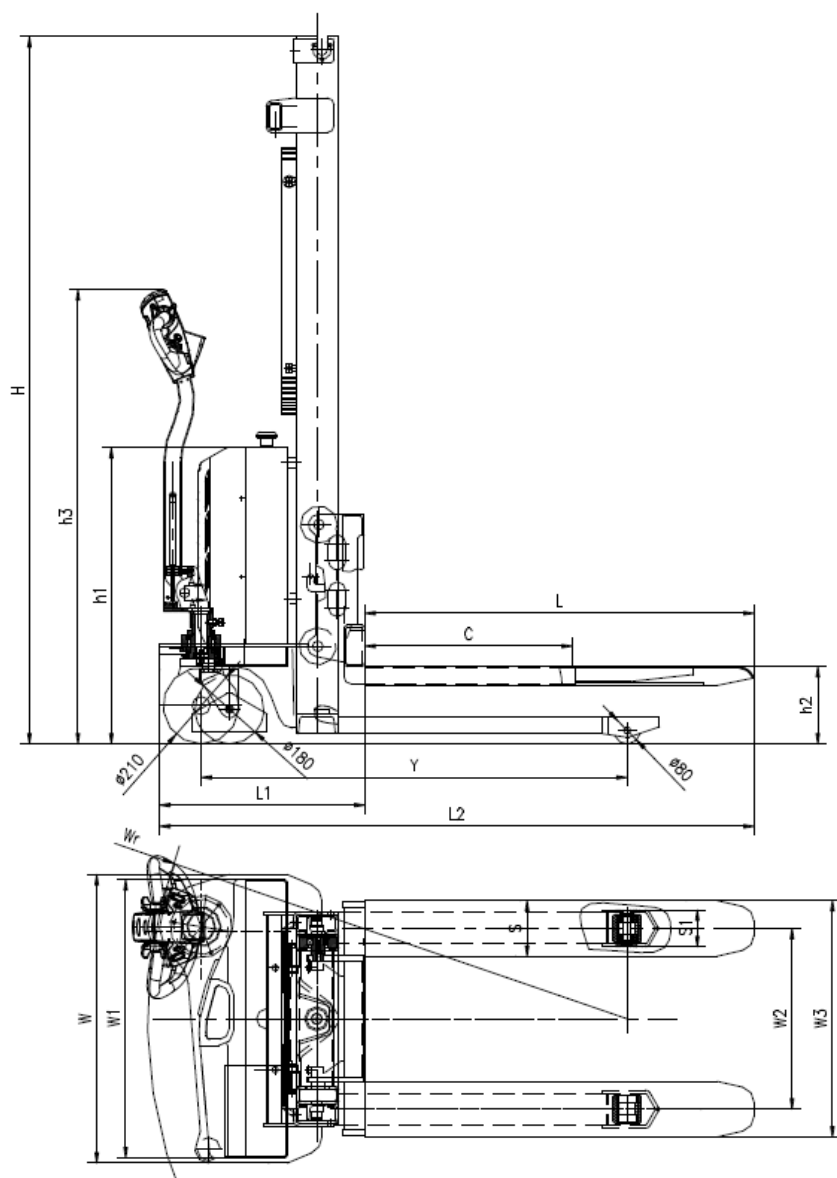

Figura 1
3.2 Parámetros básicos del apilador (Figura 1 y Tabla 1)